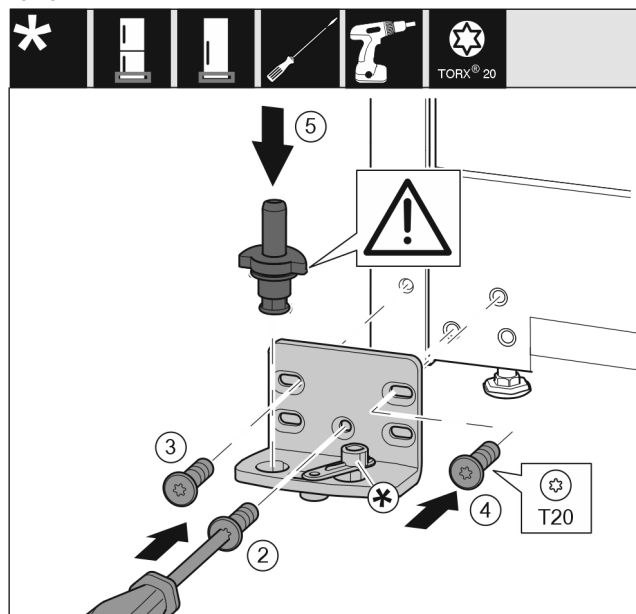

Fig. 29
- Applicare il blocco di supporto sull'altro lato e avvitarlo con l'aiuto di un cacciavite. Iniziare dalla vite Fig. 29 (2) in basso al centro.
- Stringere la vite Fig. 29 (3) e la vite Fig. 29 (4).
- Inserire completamente i perni di supporto Fig. 29 (5). Facendo ciò assicurarsi che la camma di arresto sia rivolta all'indietro.